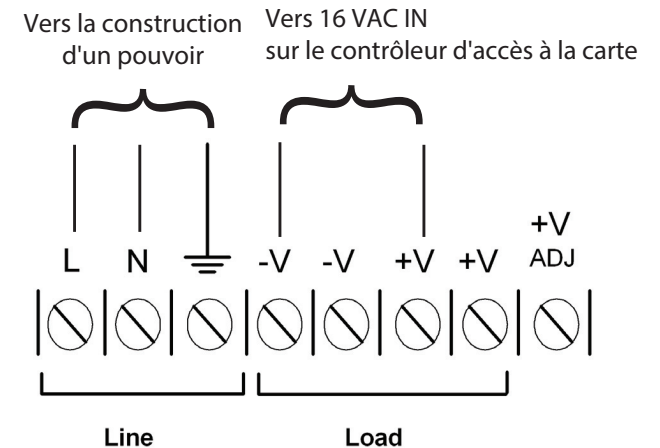

Figure 5: Câblage du bornier
4. Connecter les fils d'alimentation du bâtiment aux vis du terminal de ligne du MD-990 tel qu'illustré à la Figure 5.